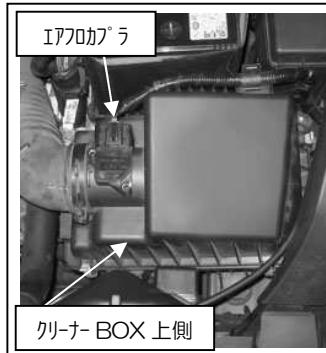

図1
- ①エアフロカプラー、クリップを外し、ホースバンドを緩めクリーナーBOX上側を外します。図1参照